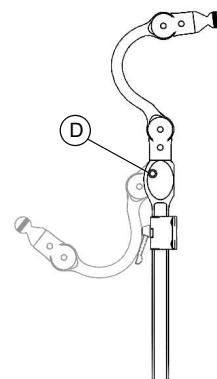

Fig. 4
3. Pour renverser l'appui-tête, appuyez sur le bouton (Fig. 4, D) et repoussez l'unité en arrière.
2. Horizontal / Angle – Desserrez les boulons du pivot (Fig. 1, A) pour les réglages de la profondeur (Fig. 4) et de l'angle (Fig. 3). Il n'est pas nécessaire de serrer complètement toutes les vis tant que la position finale n'a pas été atteinte.